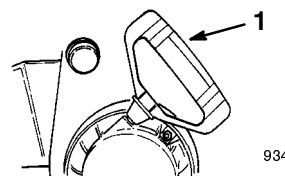

Figure 16
- **Lanceur** (Fig. 16)—Tirez la poignée pour faire démarrer le moteur.
- A. Prenez la poignée du lanceur (Fig. 16) et tirez-la lentement jusqu'à ce que vous sentiez une résistance, puis tirez vigoureusement pour lancer le moteur.